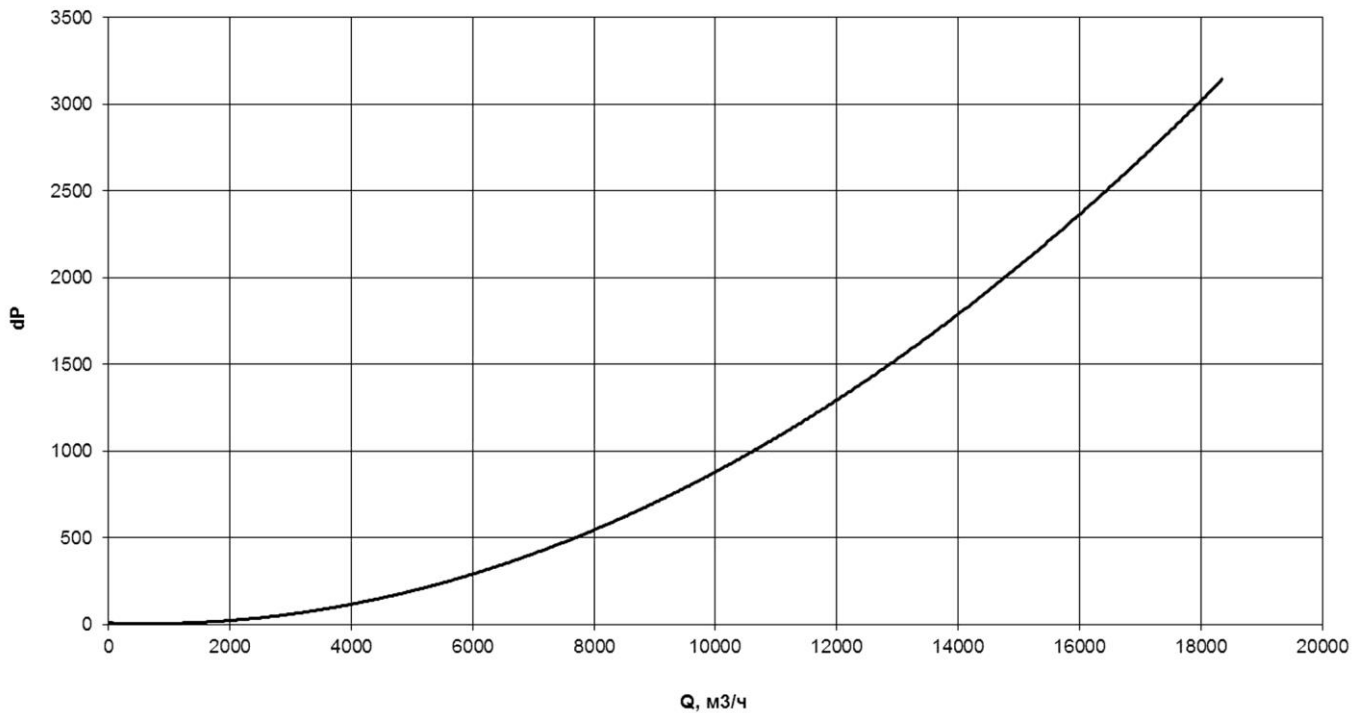

Рис. 3.2
3.2 Аэродинамические характеристики блока прямоточных циклонов представлены на рис. 3.2